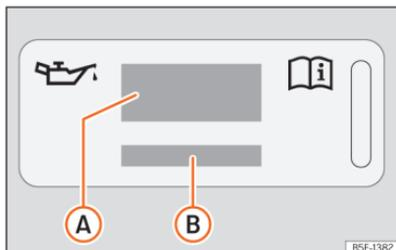

Fig. 184 En el vano motor: etiqueta de aceite de motor
Leyenda de la >>> fig. 184:
Si debe rellenar el aceite del motor, utilice uno de los aceites indicados en la etiqueta >>> fig. 184. La etiqueta con la norma prescrita se encuentra en la parte delantera en el vano
- Si falta la etiqueta con la especificación del aceite motor >>> fig. 184, póngase en contacto con un taller especializado.